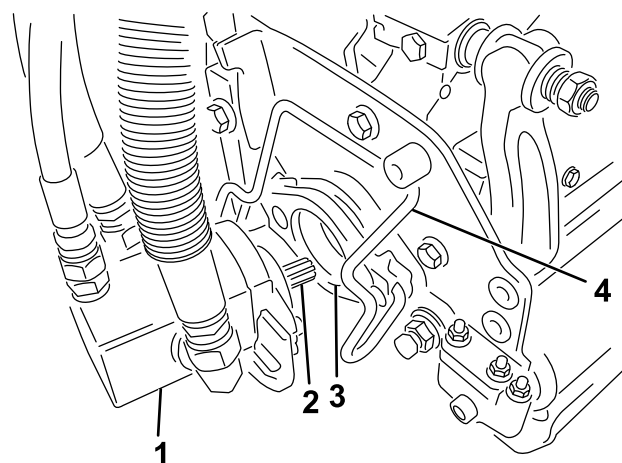

Рисунок 44
5. Нанесите на шлицевой вал электродвигателя режущего блока чистую консистентную смазку (Рисунок 44).
6. Вставьте электродвигатель в левую сторону режущего блока (если смотреть со стороны оператора) и тяните фиксатор электродвигателя на режущем блоке в сторону электродвигателя до тех пор, пока не услышите щелчок с обеих сторон электродвигателя (Рисунок 44).